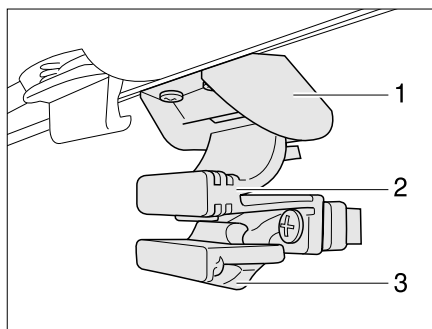

Fig. 53 Fenêtre dans la porte de cellule
- Pousser la sécurité (Fig. 53,3) vers le bas.
- Presser la poignée (Fig. 53,2) et faire glisser la fenêtre vers le bas.
- Faire glisser la fenêtre vers le haut jusqu'à ce que la poignée (Fig. 53,2) se verrouille dans le verrouillage (Fig. 53,1).